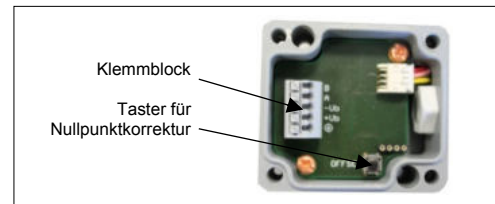

Abb. 2 Klemmgehäuse
- Drücken Sie die Taste (Abb. 2) ca. 3 Sekunden!